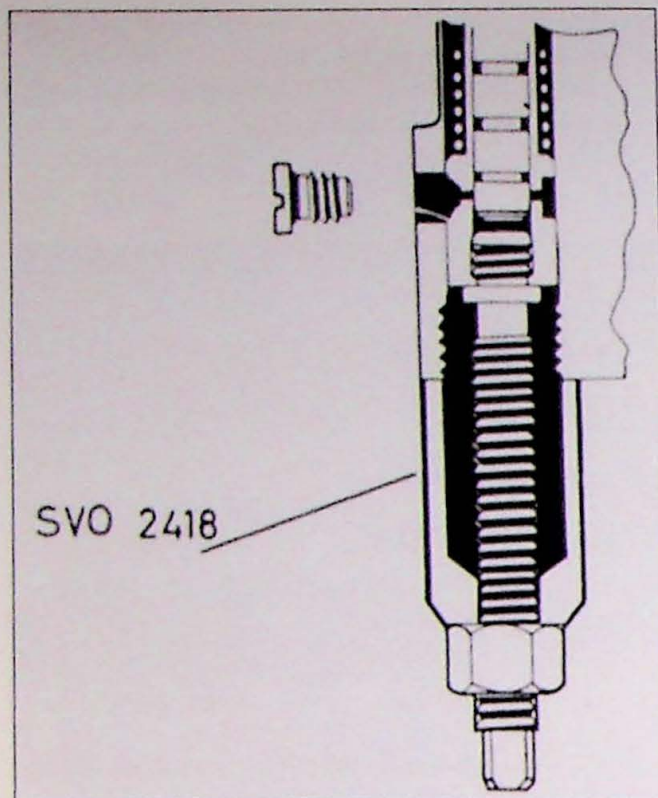

Fig. 7.4. Demontage van de oliepomp
4. De pomp wordt op de volgende wijze gedemonteerd: Draai de schroef los die de pomp vasthoudt via het gat in het verlengstuk. Schroef de trekker vast (SVO 2418) op de plaats van de klepzitting en trek de pomp eruit (Fig. 7.4).